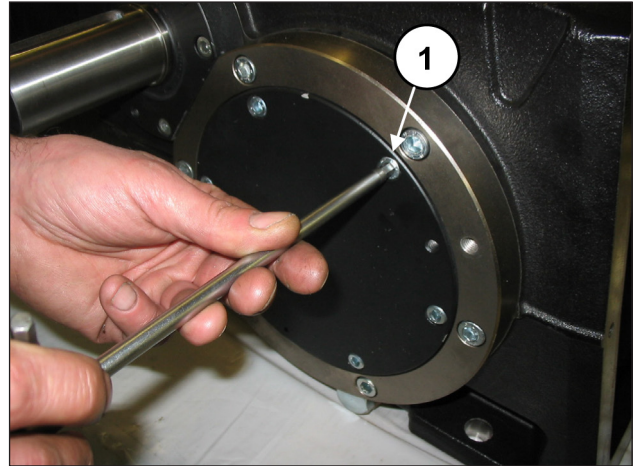
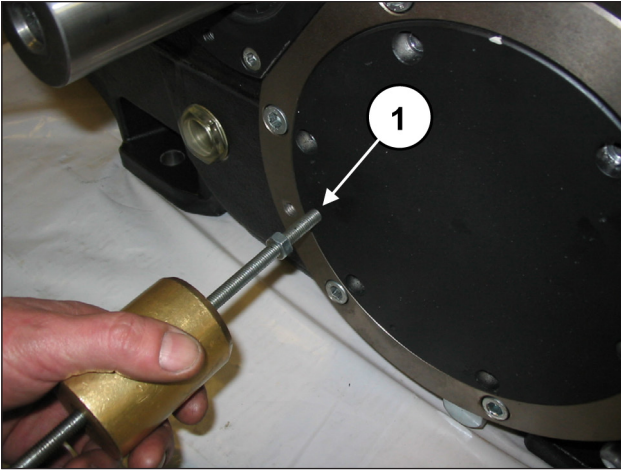

Fig. 10
Fig. 11
Démontez ensuite les deux couvercles du coussinet en dévissant les vis correspondantes (rep. ①, Fig. 10). Pour faciliter le démontage, utiliser 2 goujons ou vis M8 (rep. ①, Fig. 11) faisant office d'extracteurs.